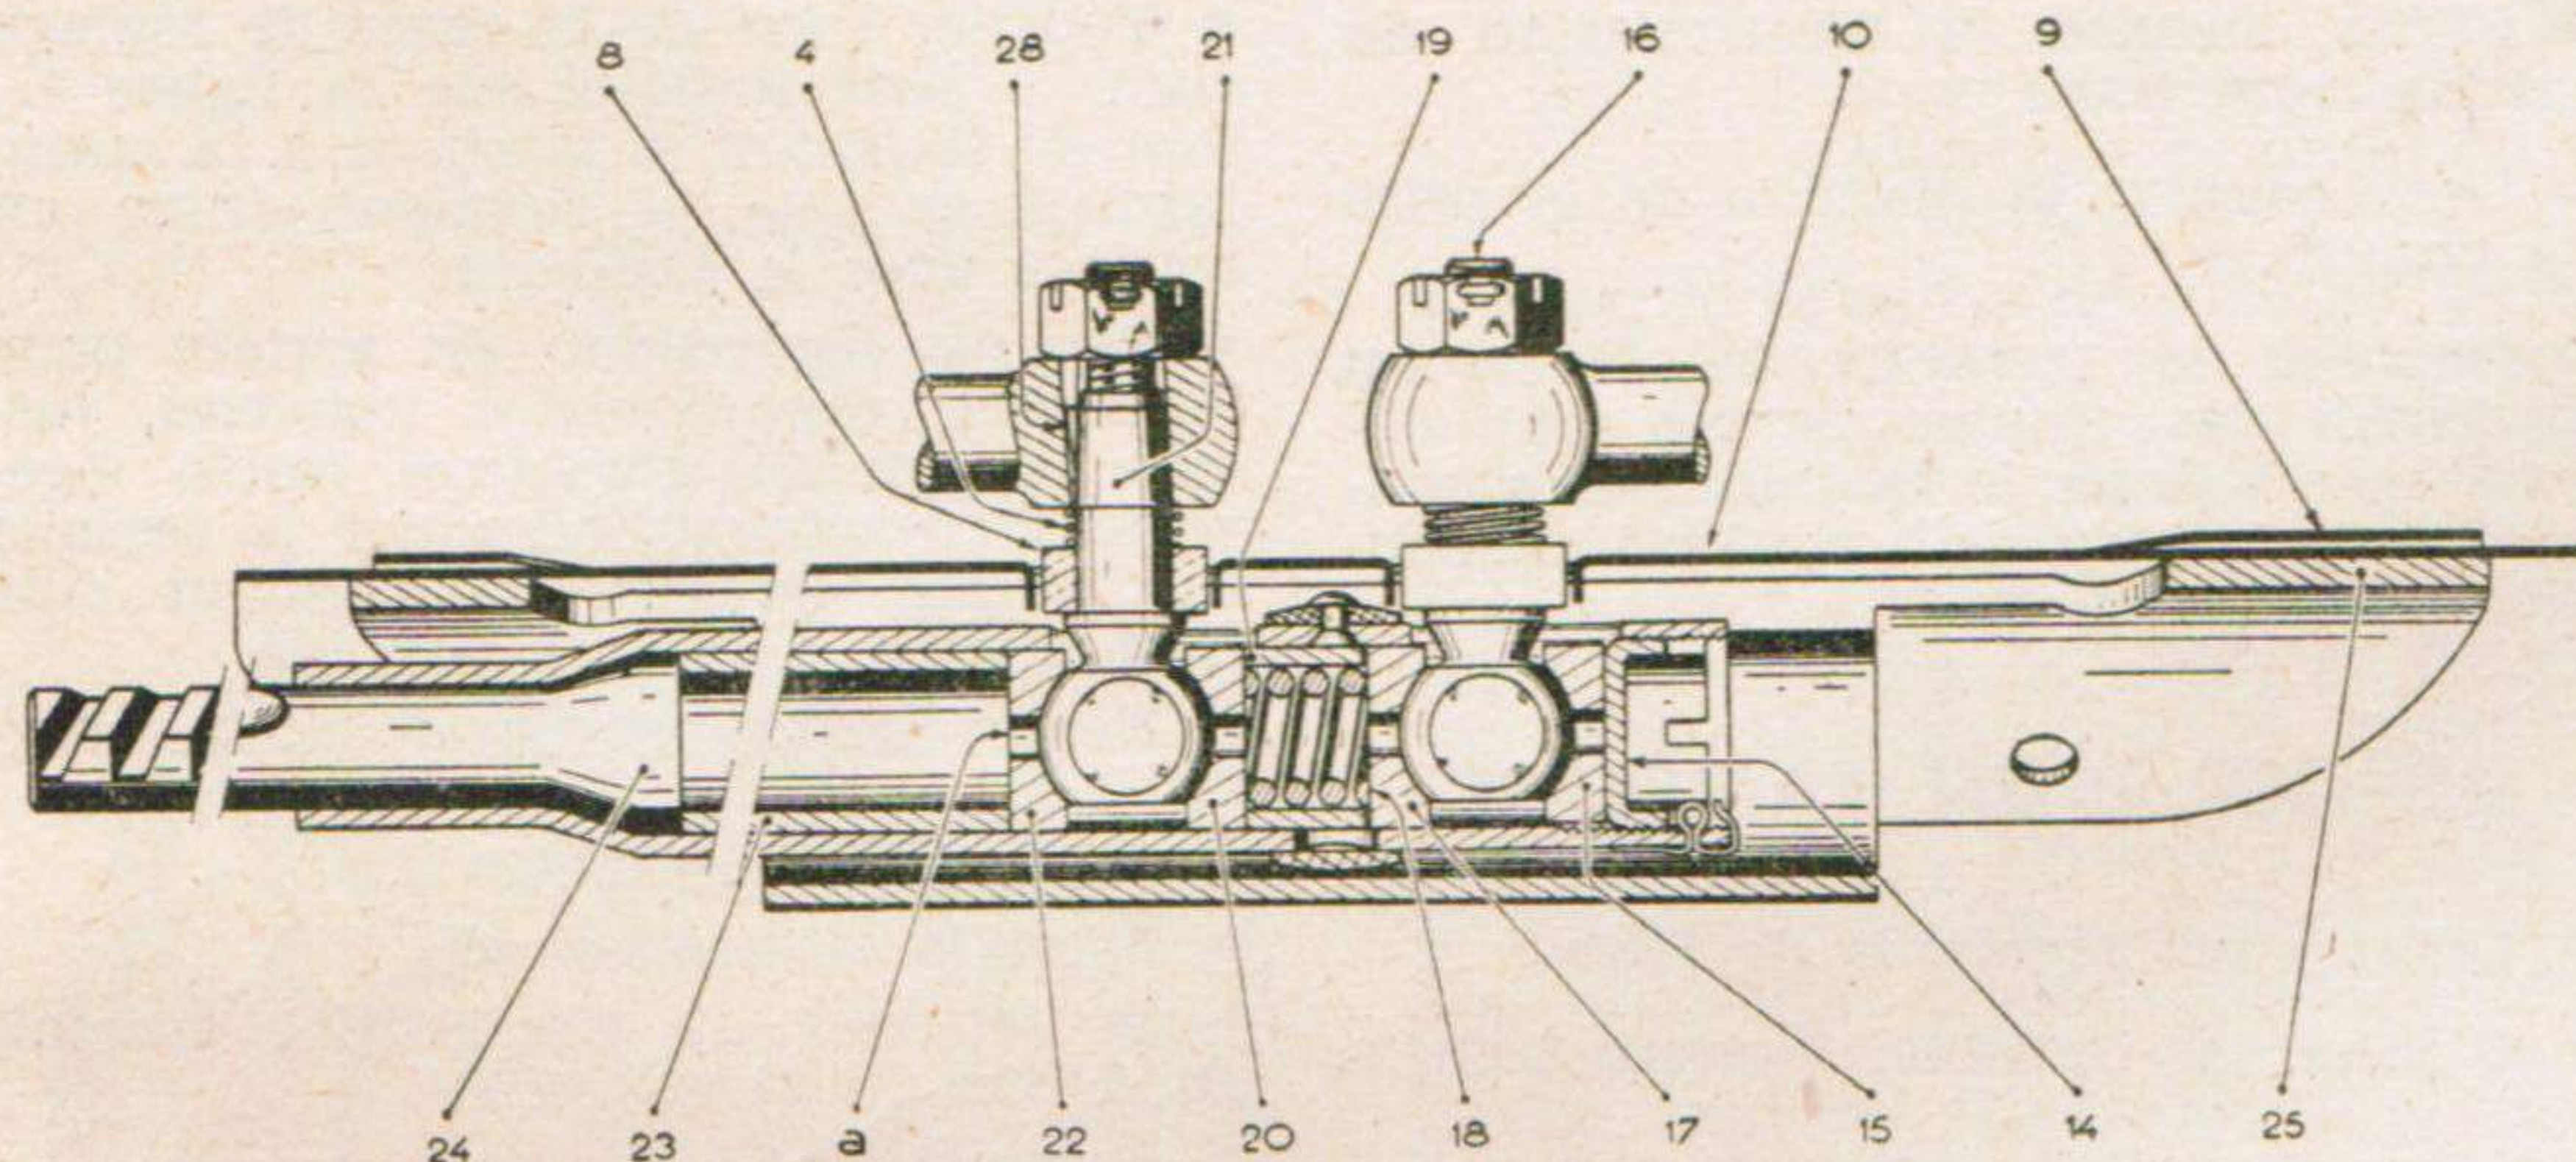
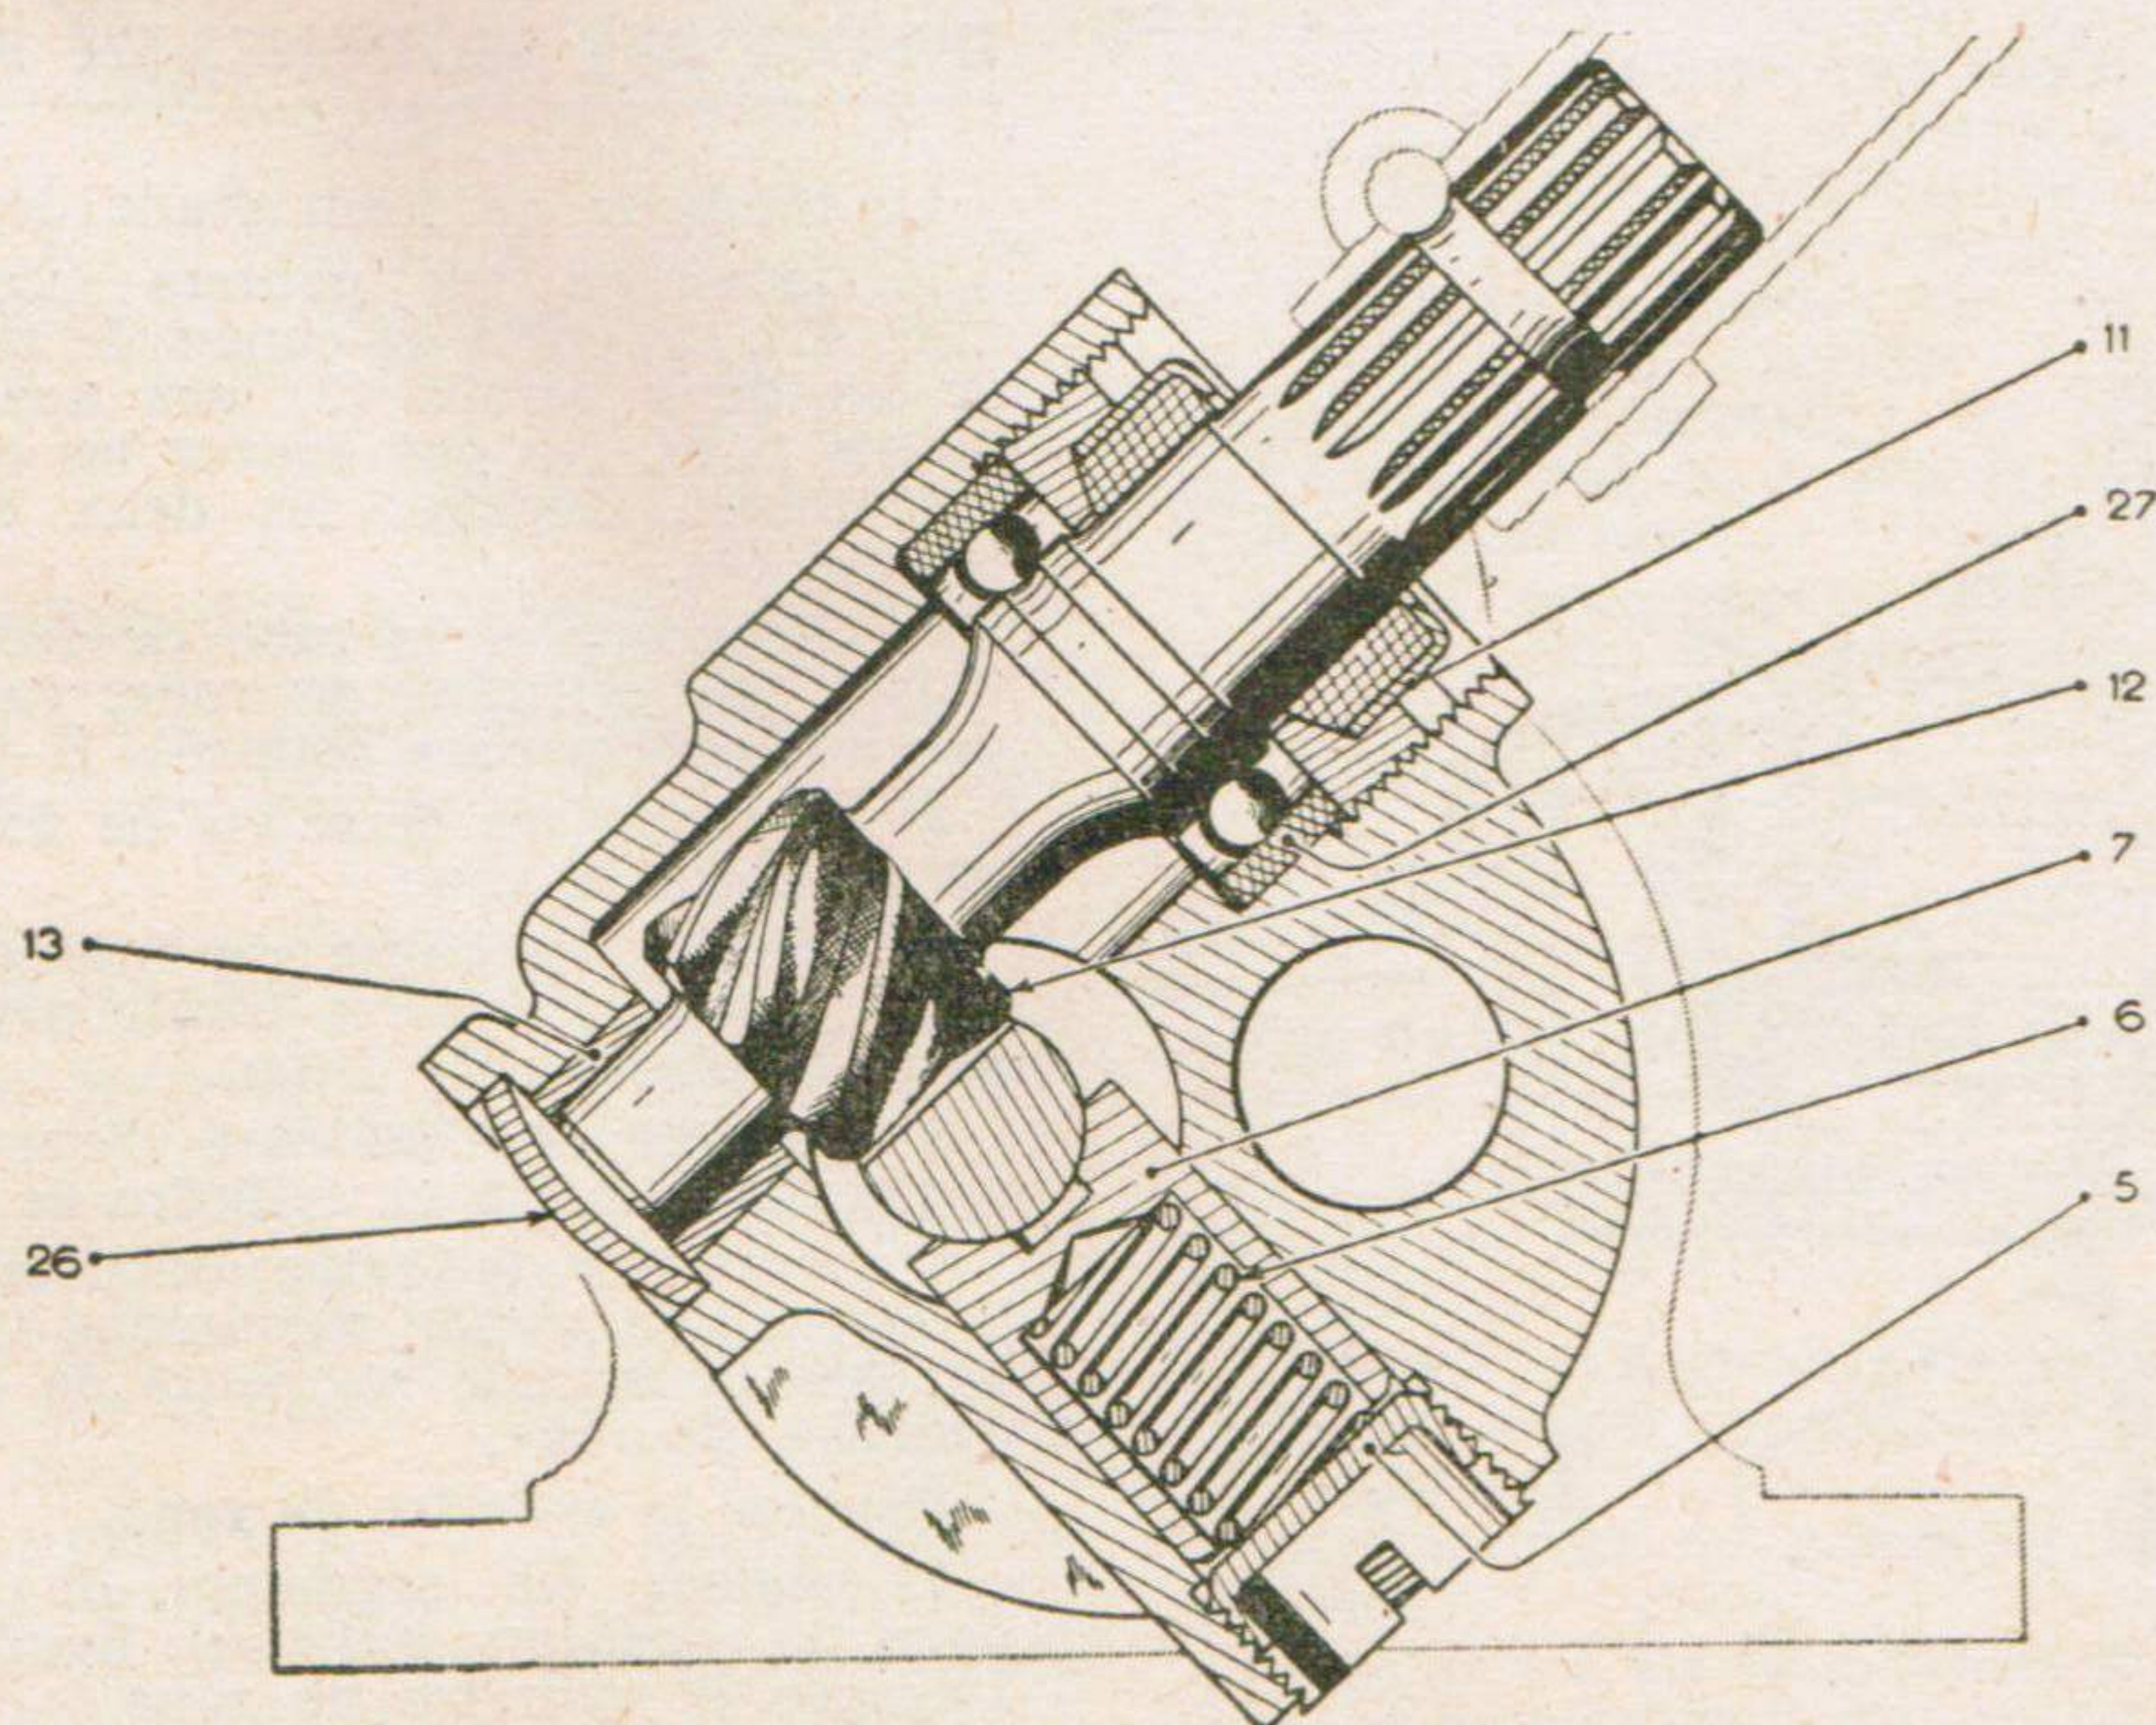

Fig. 42. — Coupe longitudinale de la direction
Fig. 43. — Coupe transversale de la direction
• Désaccoupler les barres de direction des rotules de crémaillère. Dégager les ressorts d'appui (4) (figure 42), dégager le cache-mobile (10) et les dés (8) de guidage des rotules.
- Déposer l'écrou (11) (figure 43) de blocage de pignon de crémaillère.
- Dégager du boîtier, le pignon de commande (12).
- Chasser, à l'aide d'un mandrin épaulé passant par l'intérieur du boîtier, le coussinet (13) du pignon de crémaillère. Le coussinet entraîne le bouchon expansible (26).
- Dégoupiller et dévisser l'écrou (14) (figure 42) de butée de rotule.
- Dégager le siège de rotule (15), la rotule (16), le 2^e siège (17), le ressort (18), l'entretoise (19), le siège de rotule (20), la 2^e rotule (21).
- Dégager la crémaillère (24) du guide des rotules (25). Dégager le 2^e siège (22) et l'entretoise (23), du tube de crémaillère.
- Placer les clavettes (28) sur les queues des rotules (si les rotules sont dotées de méplats, les orienter comme indiqué par la figure 42).